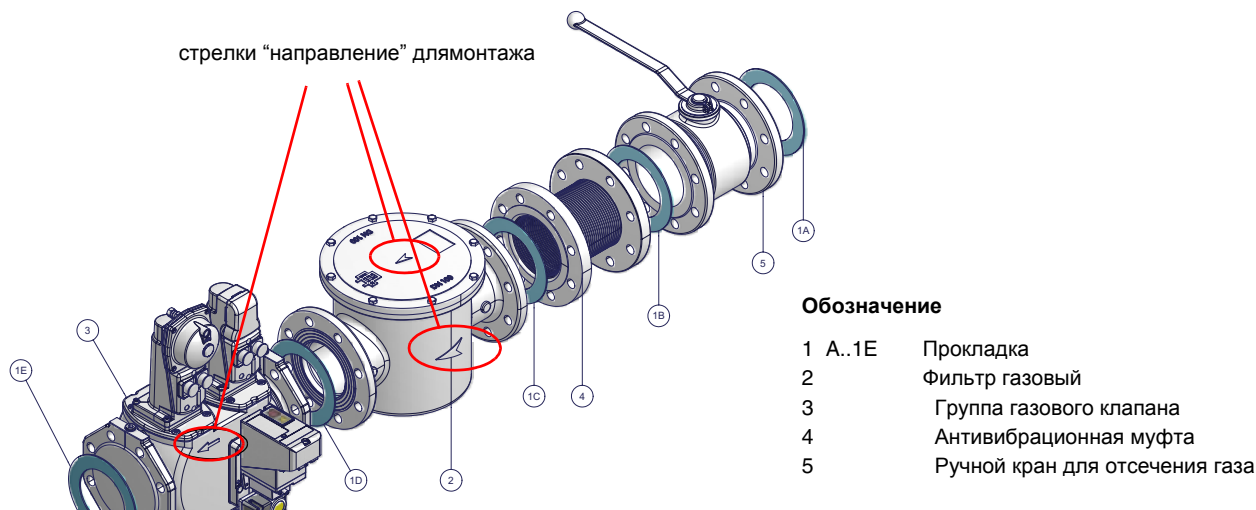

Рис. 5 - Пример газовой рамы
- 1-б) при фланцевых соединениях: между соседними компонентами устанавливать прокладку (Рис. 5), совместимую с используемым газом,
ВНИМАНИЕ: после монтажа газовой рамы согласно схеме на Рис. 5., необходимо провести тестирование на герметичность газового контура, согласно требований действующих нормативов.
ВНИМАНИЕ: после монтажа газовой рампы согласно схеме на Рис. 5, необходимо провести тестирование на герметичность газового контура, согласно требований действующих нормативов.